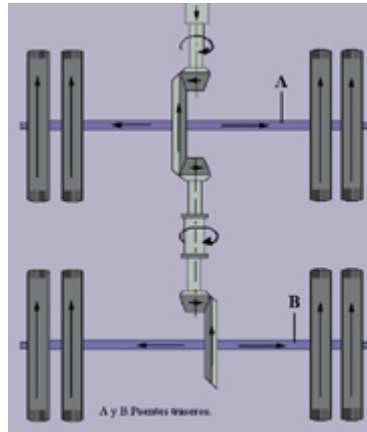

Fig. 5
- **Propulsión doble (fig. 5)**